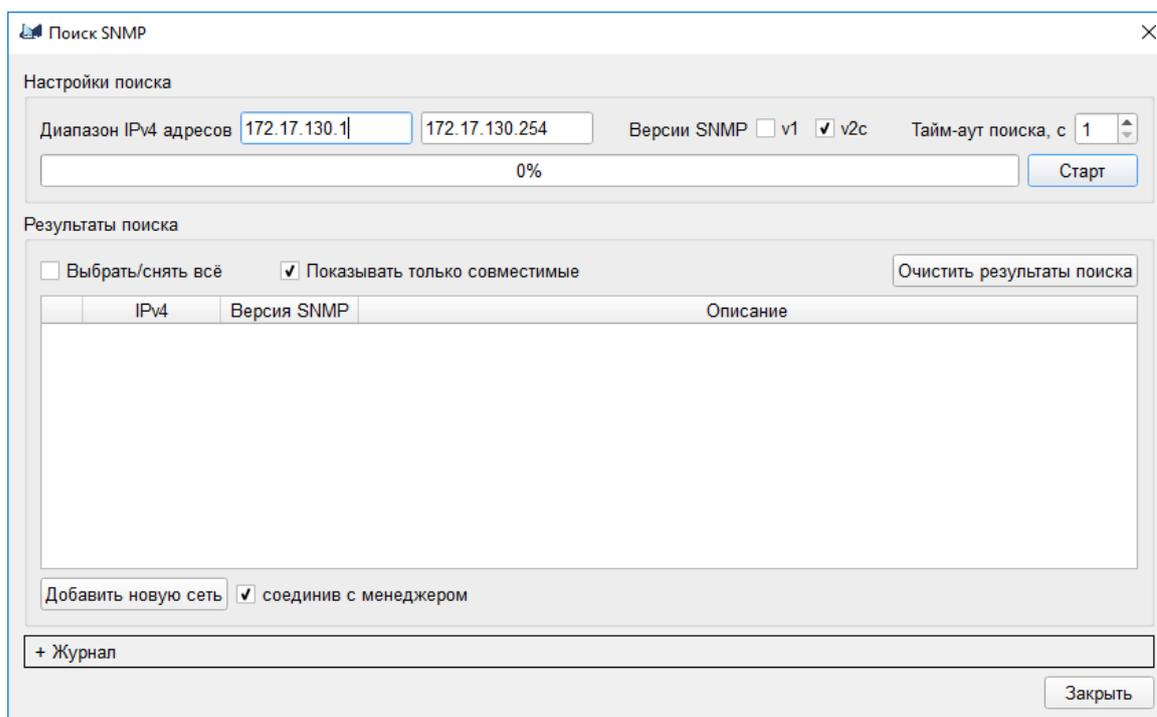

Рис. 108
6.14.2. СПО "Мастер М" предоставляет оператору возможность автоматизации добавления сетей с протоколом управления SNMP с помощью диалогового окна "Поиск SNMP", доступного из пункта контекстного меню карты "Поиск SNMP". Общий вид диалогового окна приведен на рис. 108.